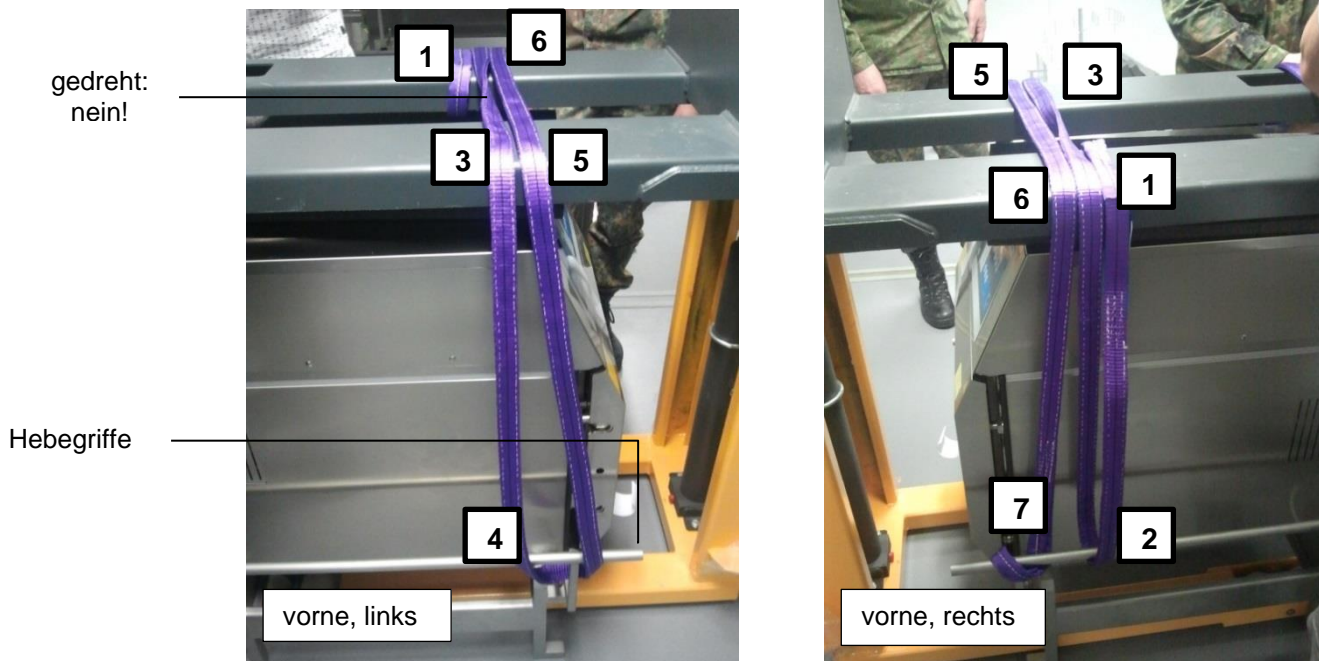

Abb. 14: Anheben des Sterilisators 65 TC mit Tragegurten
- ◆ Legen Sie zwei Tragegurte L 5,0 m über die Gabel des Hydraulikstaplers vorne und hinten zu den beiden Hebegriffen des Tragegestells (siehe Abb. 14:).
- ◆ Fädeln Sie jeweils ein kurzes Schlaufenende (1) in die rechte Gabelhälfte ein.
- ◆ Führe Sie den Tragegurt von außen nach innen unter den Tragegriffen der Führungsschiene vor der Halterung hindurch (2) und legen Sie ihn über beide Gabeln zur linken Seite (3).
- ◆ Fädeln Sie den Gurt auf der linken Seite durch die Tragegriffe der Führungsschiene um den Hebegriff (4).
- ◆ Hängen Sie die Schlaufe am Ende des Gurtes an der Führungsschiene ein, fädeln Sie dabei den Gurt einmal um den Hebegriff herum (7).